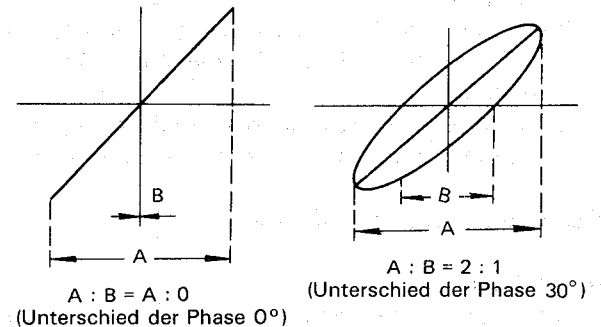

Abbildung 26
2. Die Justierschrauben ② — B und die Schraube ③ (3P + 8S) leicht drehen, um den maximalen Audioausgangspegel zu erhalten.
4. Die Azimuteinstellschrauben ③ (3P + 8S) so einstellen, daß die Ausgänge von Kanal 1 (CH-1) und Kanal 2 (CH-2) so groß wie möglich werden und die Phasendifferenz innerhalb 30° bleibt. (Siehe Abb. 26.)